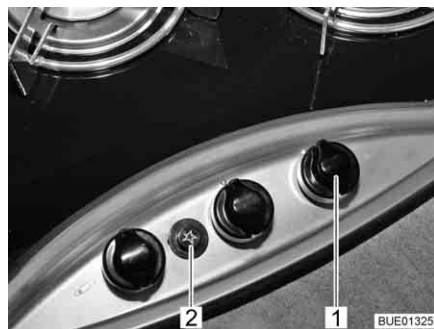

Fig. 180 Elementos de mando para la cocina de gas
- Girar el regulador giratorio (Fig. 180,1) correspondiente al quemador deseado a la posición de encendido (llama alta).
- Presionar el botón de encendido (Fig. 180,2). En el quemador se producen chispas de encendido.